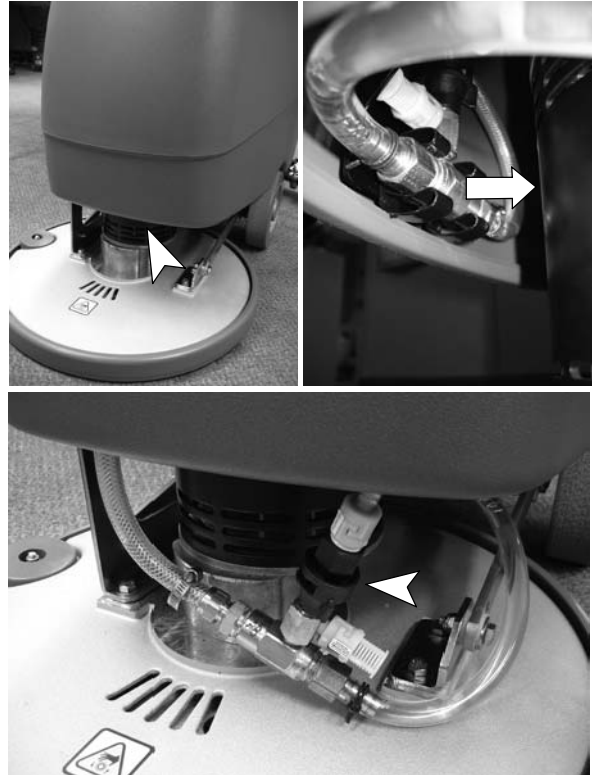

FIG. 49
1. Pour accéder à la plaque d'orifice et au filtre, abaissez la tête de brossage et retirez le dispositif d'injection des étriers situés derrière le bord avant de la machine (Figure 49).